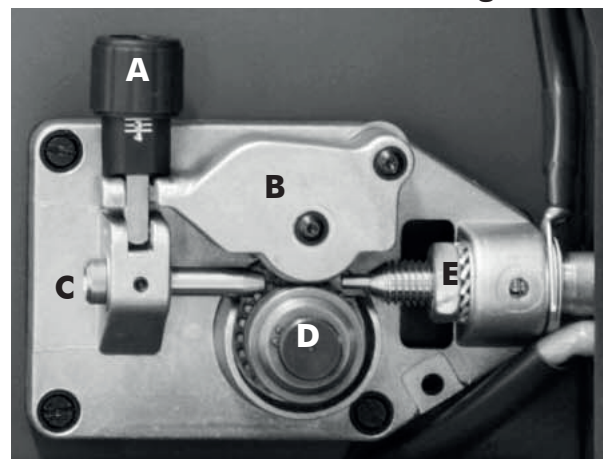

Figura 5
- Retirar la envoltura que envuelve la bobina y colocarla en la devanadera. Volver a montar la arandela (3) y el resorte (2) y atornillar el volante que constituye el sistema de frenado de la bobina.
Aflojar y bajar la empuñadura de material plástico (A) y soltar la palanca aprieta-alambre (B) (Figura 5). Sacar los posibles residuos de alambres de la vaina guía-alambre (E).